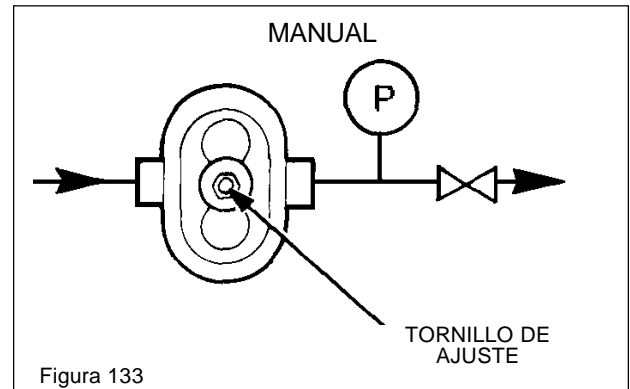

Figura 133
1. **Manual:** Gire el tornillo de ajuste hacia la izquierda hasta su posición más alejada, y luego hacia la derecha hasta que se sienta una ligera presión del resorte. Vea la figura 133
- Gire el tornillo de ajuste hacia la derecha hasta que se indique en el manómetro la presión de seguridad deseada. Apriete el tornillo de ajuste con la contratuerca. Vea la figura 133